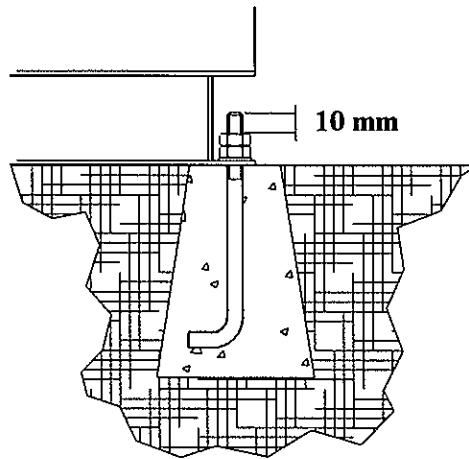

fig. 5
- Insert bolts through the holes in the base channel (**fig. 5**); fit flat washer and nut, turn the nut until approximately **0.5 inch** of
- Introducir los pernos en los taladros de los perfiles de la base (**fig. 5**); colocar arandela, tuerca y atornillarla hasta liberar aproximadamente **10 mm** de rosca por encima de la tuerca.
- Introduire les boulons dans les trous des profiles de la base (**fig. 5**); placer la rondelle, l'écrou et le visser jusqu'à ce que **10 mm** approx. du filet sorte par-dessus de l'écrou.